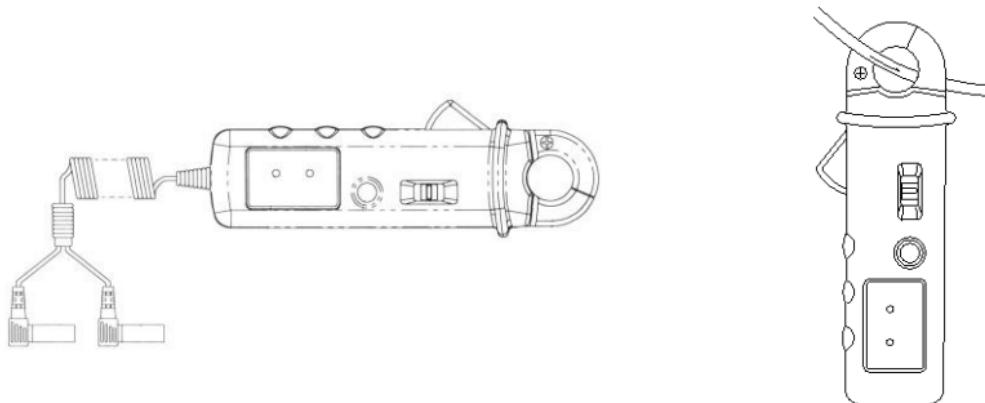

Рис. 6.1
2. Обхватите клещами преобразователя провод, в котором необходимо произвести измерения тока, с учетом указанной полярности. При измерении постоянного тока, индикация на шкале внешнего милливольтметра будет положительная при направлении тока от лицевой панели к тыльной, как показано на рис. 6.1